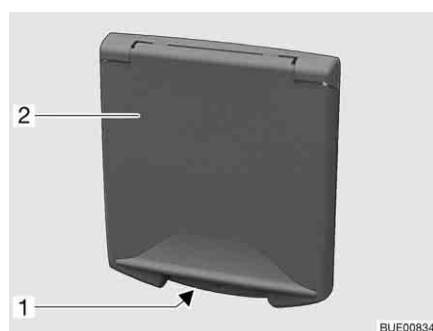

Bild 48 Druckschloss Serviceklappe
- Schlüssel in Schließzylinder des abschließbaren Druckschlusses (Bild 48,1) stecken und eine viertel Umdrehung drehen. Das Druckschloss ist entriegelt.
- Schlüssel in Schließzylinder des abschließbaren Druckschlusses (Bild 48,1) stecken und eine viertel Umdrehung drehen. Das Druckschloss ist verriegelt.